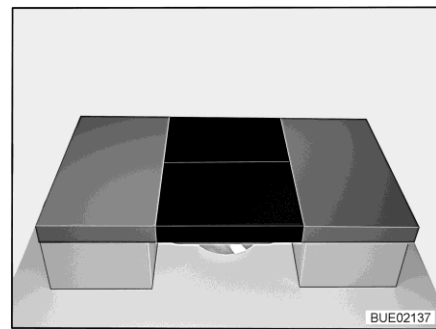

Fig. 165 Después de la transformación
- Colocar dos cojines adicionales en la mesa (véase Fig. 165).